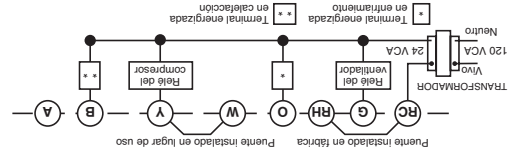

Figura 4. Conexión típica para sistemas de bomba de calor de un solo transformador y una sola etapa
- Sistemas de calor eléctricos o de bomba de calor de una sola etapa: Estos termostatos están configurados de fábrica para operar un sistema de aire forzado con combustible fósil (gas, aceite, etc.) de calor/frío. Esta configuración configurada para cualquier sistema que NO requiera que el termostato energice el ventilador en una llamada de calor. Si su sistema es un sistema eléctrico o de bomba de calor que REQUIERE que el termostato encienda el ventilador en una llamada de calor, retire el cable de puente amarillo instalado en fábrica de la terminal Y y conéctelo a la terminal A. Esto permitirá al termostato energizar el ventilador inmediatamente en una llamada de calor. Si no está seguro si el sistema de calefacción requiere que el termostato controle el ventilador, póngase en contacto con un servicio técnico de calefacción y aire acondicionado calificado. En el caso de aplicaciones de bomba de calor de una sola etapa (sin calor auxiliar), instale un cable de puente corto (no incluido) entre las terminales W y Y. Si el sistema tiene una conexión de válvula inversora energizada en frío, conéctelo a O. Si el sistema tiene una conexión de válvula inversora energizada en calor, conéctelo a B (vea la figura 4). Este termostato no proporcionará calefacción o enfriamiento multietapa.